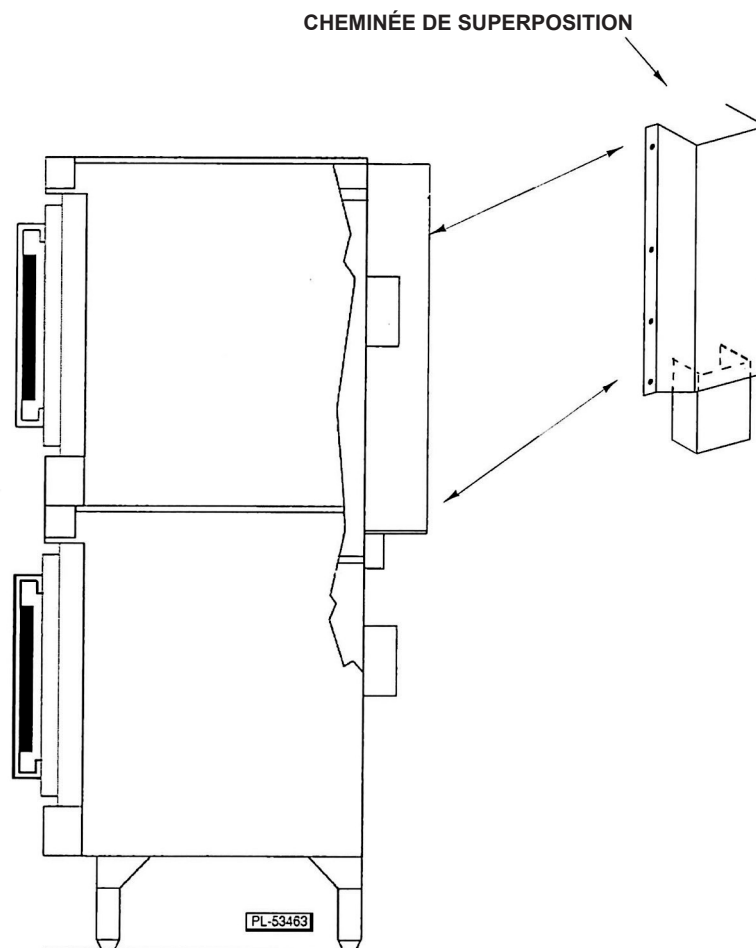

Fig. 3
1. Appuyez sur le bouton FAN pour basculer entre les vitesses de ventilation : HI, LOW ou OFF (Haute, Basse ou Arrêt). (Fig. 3,2) (Si la source de chaleur sélectionnée est le gaz, le chauffage sera désactivé si vous avez choisi OFF [Arrêt]. Assurez-vous que ce réglage concorde avec la source de chaleur de votre four.)
Enlevez le panneau arrière optionnel, s'il est fourni, du four du HAUT. Retirez le garde de l'évent du four supérieur. Installez la cheminée de superposition (Fig .3) avec les quatre vis fournies. Remettez le panneau arrière en place, s'il est fourni .